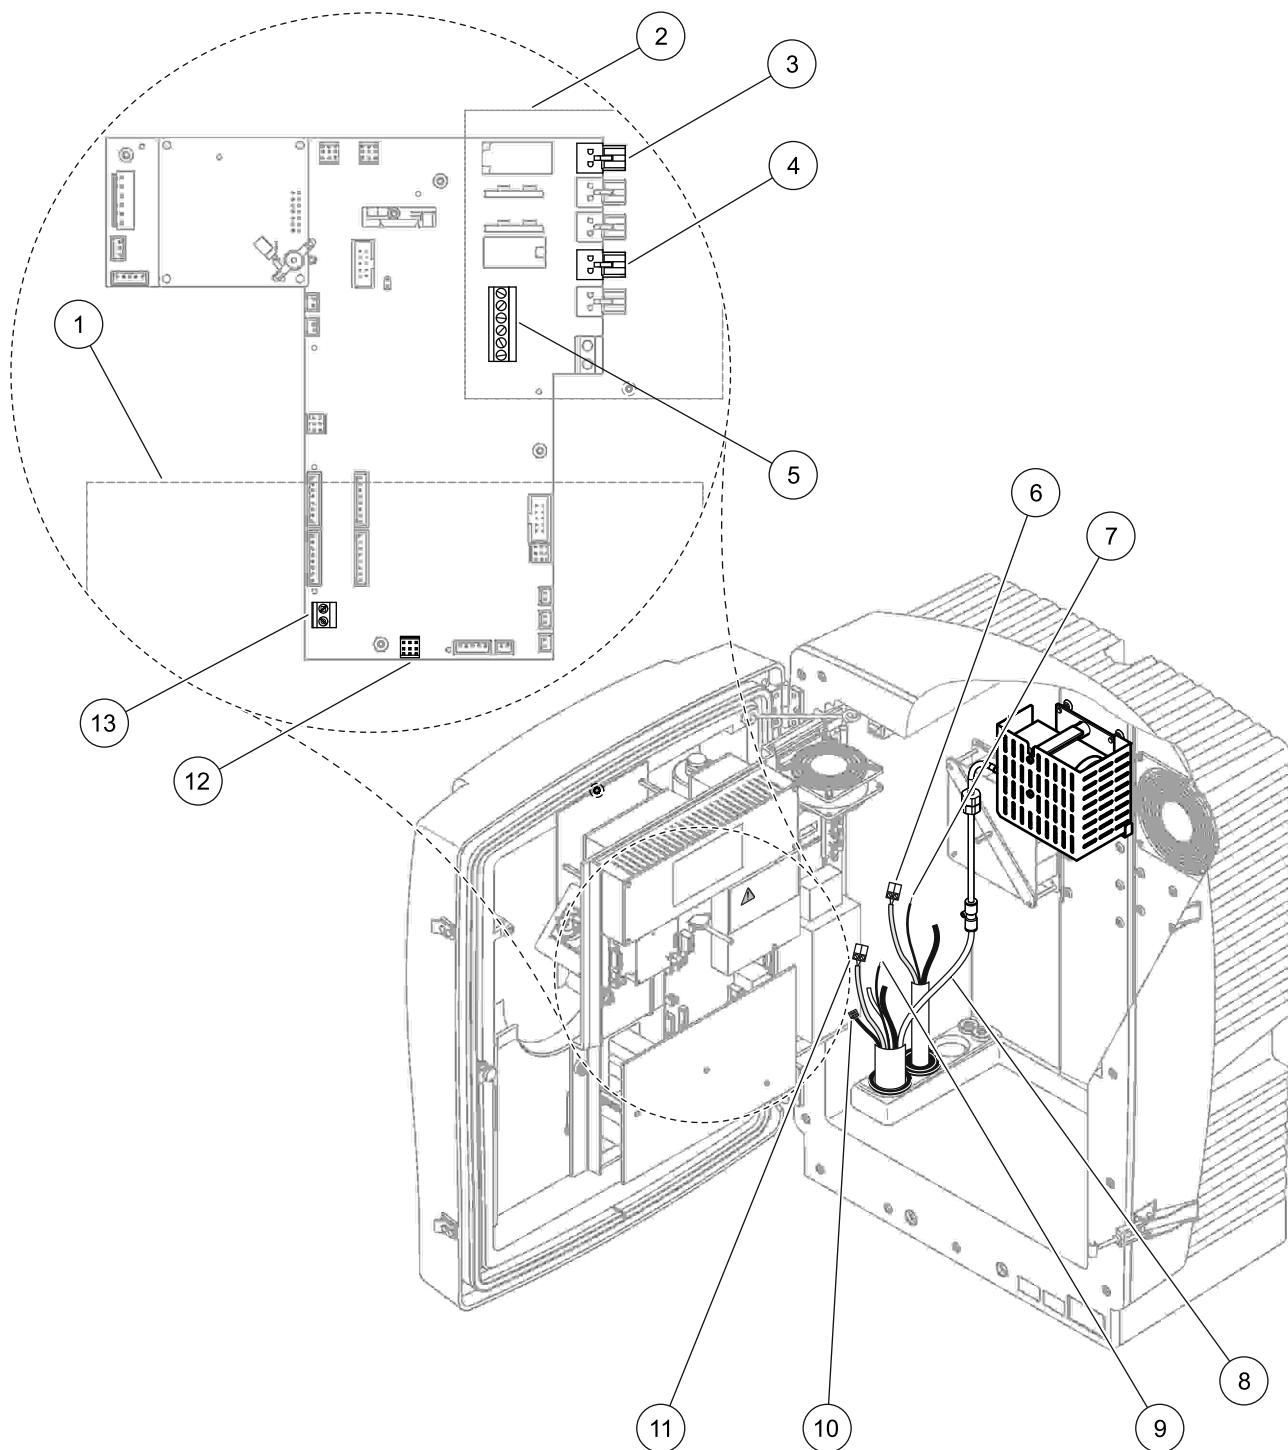

Figura 16 Conectar o Filter Probe sc e o dreno aquecido opcional
4. Conecte o fio de ligação à terra (verde/amarelo) (item 9, Figura 16 na página 28) do Filter Probe sc no terminal de ligação à terra (item 5, Figura 16 na página 28).
5. Ligue o conector de energia à conexão de terminal apropriada (itens 4 e 11, Figura 16 na página 28).
7. Ligue o conector de dados (item 10, Figura 16 na página 28) à placa principal (item 12, Figura 16 na página 28).
9. Conecte o tubo branco de ar (item 8, Figura 16 na página 28) do Filter Probe sc na conexão do tubo de ar no analisador (Figura 16 na página 28).
Consulte Figura 16 na página 28 e o procedimento a seguir para conectar o dreno aquecido.
5. Conecte os cabos do dreno aquecido (item 6, Figura 16 na página 28) ao bloco do terminal (item 3, Figura 16 na página 28).